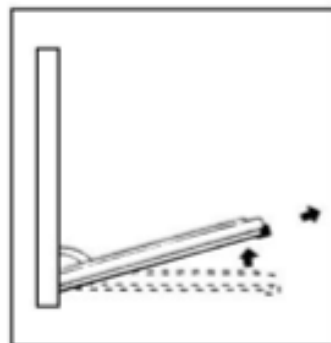

Fig 2
- Ahora, cerrando ligeramente la puerta, puede levantarla tirando de los ganchos “A” como se muestra en la fig 2.